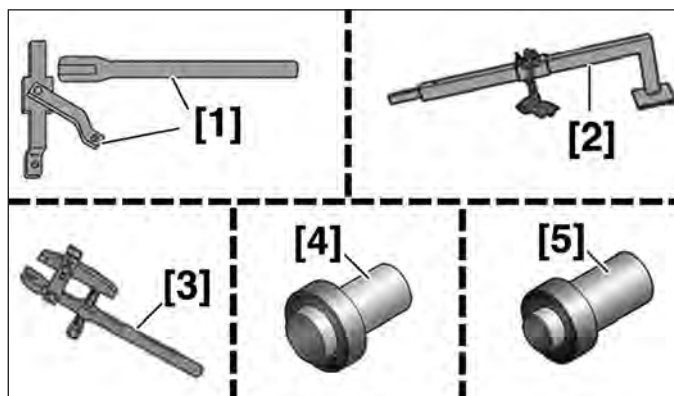

FIG.1
- [1]. Outil d'immobilisation de moyeu (références. 0606-AY/6310-T) (Fig.1).